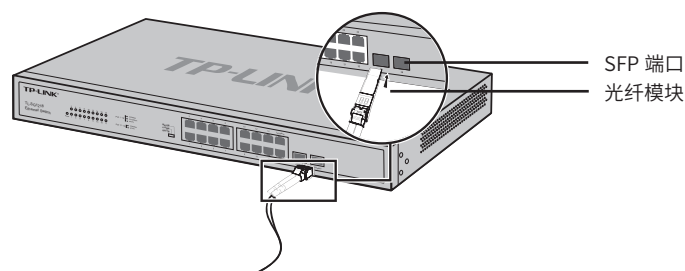

图3-2 SFP端口连接示意图
1. 从侧面抓住光纤模块，将其沿交换机SFP端口插槽平滑插入，直至光纤模块与交换机紧密接触为止，如图3-2所示；
2. 交换机原装电源线连接交换机与电源插座，如图3-2所示。